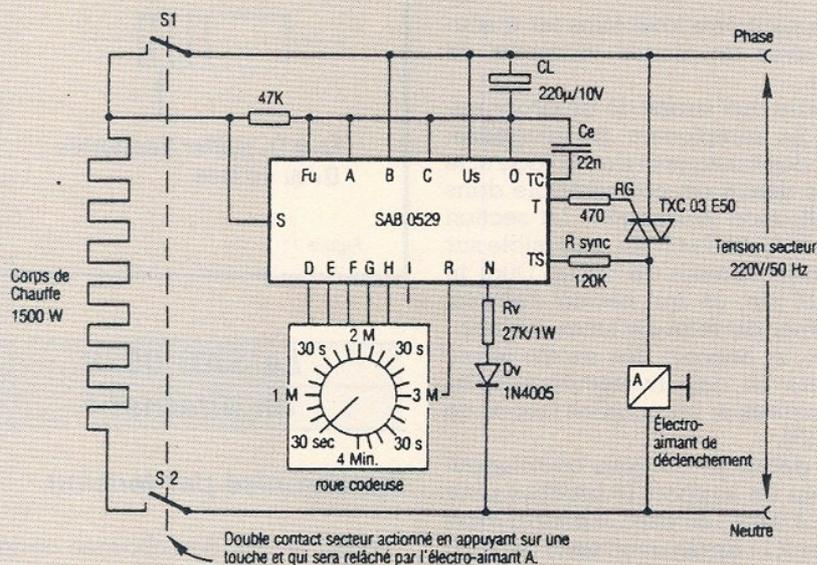

Figure 13 - Exemple d'application du SAB 0529. Grille-pain temporisé au choix sur 30 secondes à 4 minutes (par bonds de 10 secondes).
- En figure 13 se présente une application pour grille pain ménager qui utilise un petit triac pour piloter l'électro-aimant qui contrôle le switch de puissance 220 V. Avec une roue codeuse spéciale, le constructeur a réalisé un dispositif très performant, irréalisable auparavant. Peu de composants sont nécessaires.